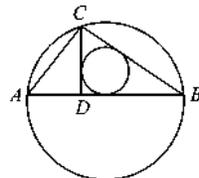

图 1-32 圆实例
**【实例 1-12】** 绘制一个三角形。其中:  $AB$  长为 90 mm,  $BC$  长为 70 mm,  $AC$  长为 50 mm; 绘制三角形  $AB$  边的高  $CD$ 。绘制三角形  $DBC$  的内切圆, 绘制三角形  $ABC$  的外接圆, 结果如图 1-32 所示。